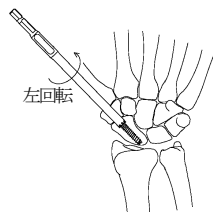
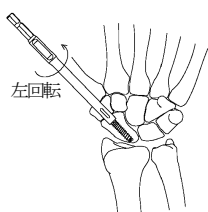

図3
図4
- 3) ドライバー及びパイプアウトにてスクリューが抜去できない場合は、T ハンドルを接続したハローリーマーにてスクリュー後端から5mm以上骨を除去した後（図3）、摘出ボルトを左回転にてスクリューに押し付けながらかみ合わせ、そのまま回転を続け抜去します。（図4）摘出ボルトはTハンドルを接続し使用します。